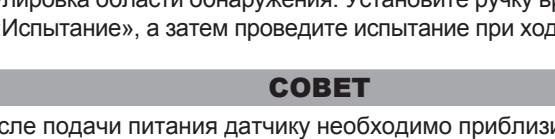

Рис. 17
- 4.3.3 Крепление экрана линзы: Вокруг линзы имеется желобок, в который вставляется экран линзы (см. рис. 17).